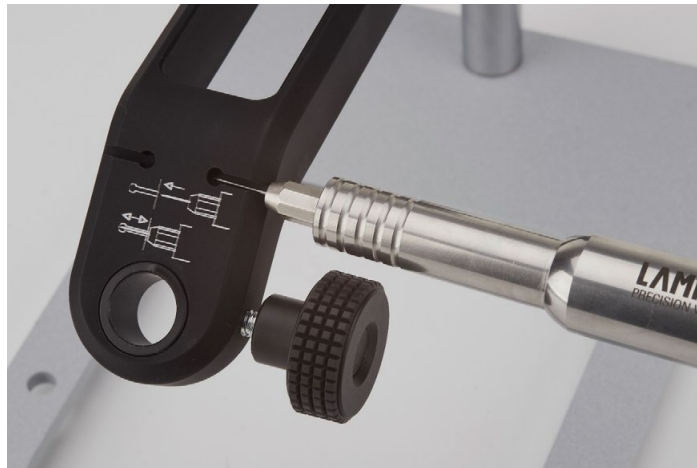

Abb. 5.2 Einstellung Elektrodenlänge mit Handstückhalterarm
- Neue Wolfram-Elektrode in die Spannzange einführen und die richtige Länge einstellen. Wenn Sie ein Schweißmikroskop der Firma Lampert besitzen, können Sie die Elektrodenlänge am Handstückhalterarm abmessen. Hierzu die Elektrode rechts oder links in die Fräsung bis zum Anschlag einführen. Die Spannmutter muss an der Außenkante des Haltearms anliegen. Daraufhin die Mutter handfest anziehen und die Argon-Düse aufsetzen. (Siehe Abbildung 5.2)